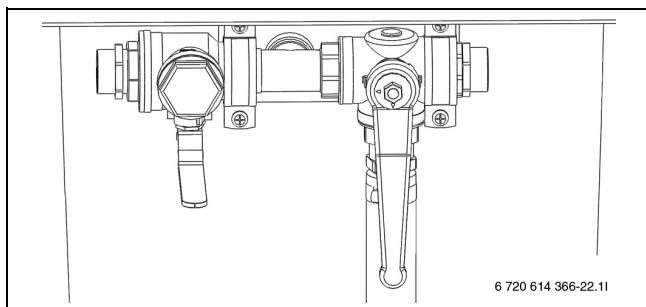

Fig. 18 Station de remplissage en mode mélange
- Placer les vannes de la station de remplissage en position de mélange (→ figure 18).